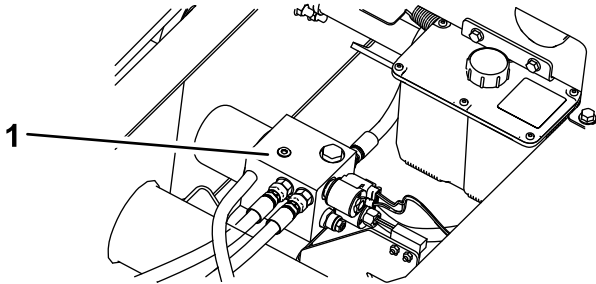

Figure 13
3. Placez un grand bac de vidange sous le bloc collecteur hydraulique (Figure 13).